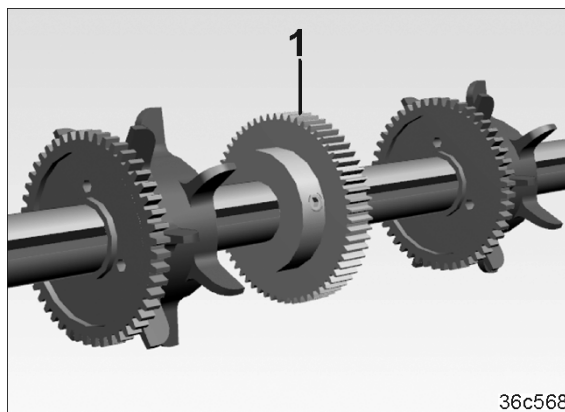

Fig. 252
8. Montați roata dințată (Fig. 252/1) pe axul de distribuție pentru fasole.